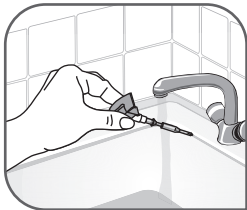

Fig. 20
- Clătiți tija sub un jet de apă de la robinet – fig.20.